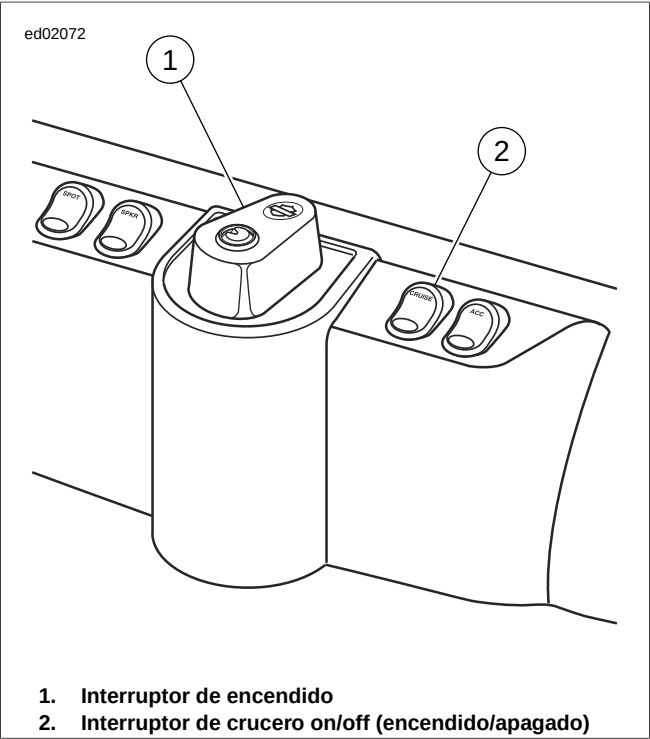
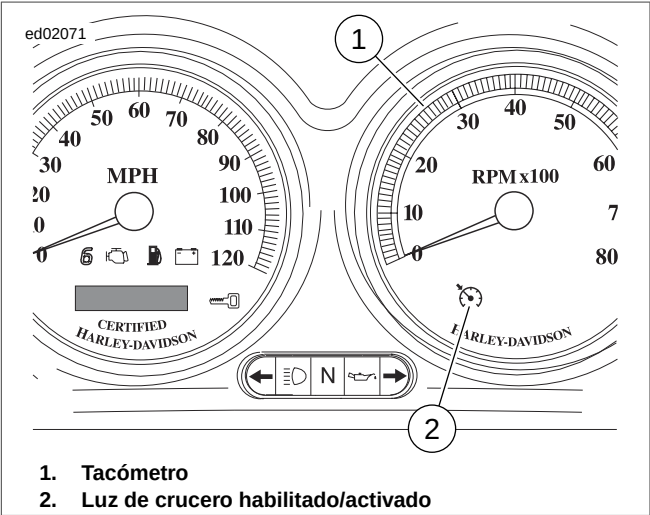

Figura 4-61. Tapa del fuselaje (FLHTCU)
Figura 4-63. Tablero de instrumentos (FLHTCU, típico)
1. Al conducir la motocicleta en cuarta, quinta o sexta marcha, gire el interruptor de crucero on/off (encendido/apagado) a la posición ENCENDIDO (luz encendida). Vea Figura 4-61. El interruptor está localizado en la tapa del fuselaje de los modelos FLHTCU, en la nacela de instrumentos de los modelos FLTR, y en la caja inferior de interruptores del manillar izquierdo de los modelos FLHRC. La luz de habilitado/activado del crucero en la carátula del tacómetro (velocímetro en los modelos FLHRC) cambia a naranja para indicar que el sistema está activado. Vea Figura 4-63. Una luz naranja en el
3. Vea Figura 4-63. El ECM controla el VSS para establecer la velocidad seleccionada del vehículo. El ECM modula el accionador de control del acelerador para mantener la velocidad del vehículo. La luz de crucero habilitado/activado en la carátula del tacómetro (velocímetro en los modelos FLHRC) cambia de naranja a verde para indicar que la velocidad de crucero está asegurada.
En el modo de diagnóstico, la luz de crucero habilitado/activado se usa como un indicador de prueba. La luz está en el frente del tacómetro (velocímetro en los modelos FLHRC). Vea Figura 4-63.